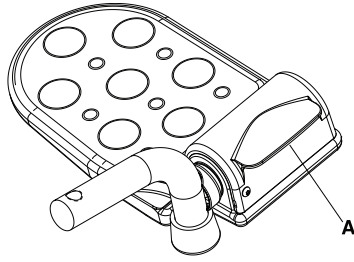

Abbildung 3-6: Hebel der hochklappbaren Fußstütze
4. Mit dem eigenen Fuß die hochklappbare Fußstütze in die Transportstellung absenken, indem der Fußstützenhebel (A) nach oben gezogen wird (Abbildung 3-6 auf Seite 3-16).